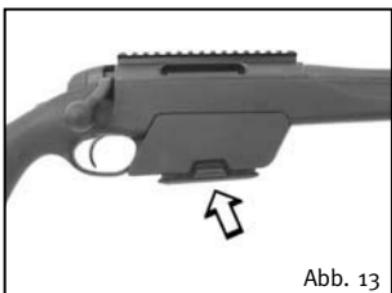

Abb. 13
1. Das Magazin wurde herausgenommen oder in der Sicherheitsposition (Abb. 13) arretiert und die Waffe ist entladen!